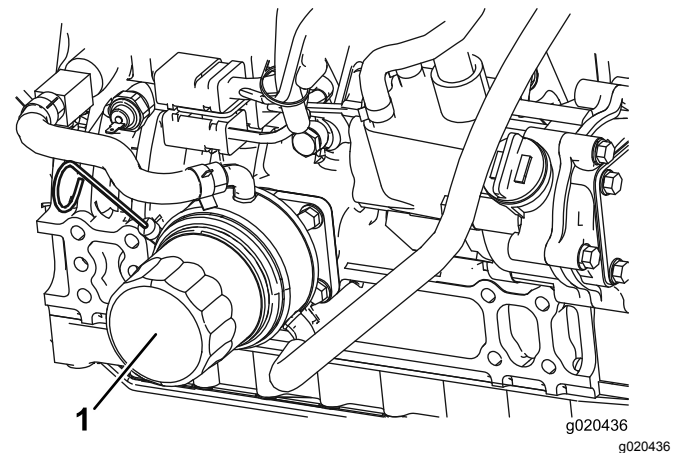

Bild 30
2. Entfernen Sie den Ölfilter (Bild 30). Ölen Sie die neue Dichtung am Ölfilter leicht mit frischem Öl ein, bevor Sie den Filter eindrehen. Ziehen Sie nicht zu fest.